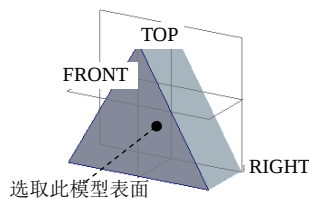

图 11.4.17 选择模型表面
在设计一个零部件（或产品）的护盖时，本例所介绍的方法是一个很好的选择。这种方法的原理是：在装配环境中，先根据钣金件将要保护的内部零部件大小和形状，创建一个实体零件，然后将该实体零件转变成第一钣金壁，完成转变后系统便自动进入钣金环境，这样就可以添加其他钣金特征，如附加钣金壁、冲孔、印贴等。这里介绍以^{图 11.4.17}（壳）的方式将实体零件转化为钣金件的例子，其操作过程如下：
Step3. 在系统 **选择要从零件移除的曲面** 的提示下，选取图 11.4.17 所示的表面为壳体移除面。